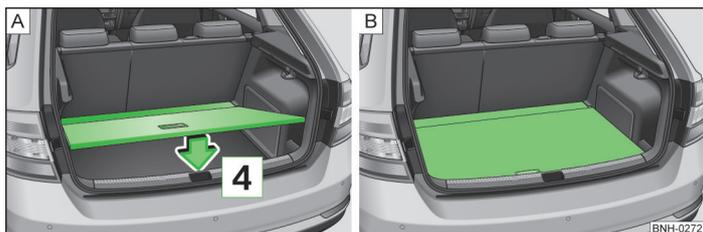

Fig. 70 Ajustar el suelo de carga variable en la posición superior / suelo de carga variable en la posición superior
- Colocar el suelo de carga variable en el sentido de la flecha **4** » fig. 70 - **A**.
Debajo del suelo de carga variable situado en la posición superior » fig. 70 - **B** aparece un espacio para guardar objetos.